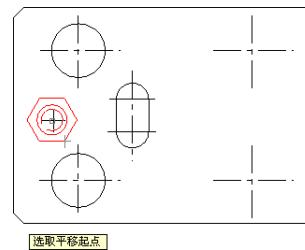

图4-41 选取平移起点
- ④ 系统弹出“平移”对话框，在对话框中选择“移动”平移方式，然后在对话框中单击“起点”按钮 $\text{+}\square$ ，根据系统提示，选取如图4-41所示的圆心点作为平移的起点。